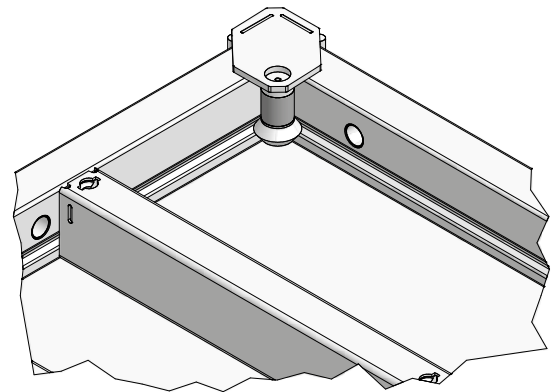
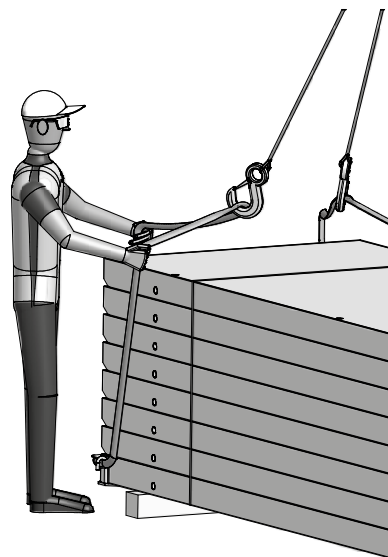

Fig. 72.4
Fig. 72.5
3. Levantar la eslinga de un tirón hacia arriba (Fig. 72.5). El pin amortiguado de tope engrana en la ranura del marco del panel, impidiendo que se descuelgue accidentalmente (Fig. 72.4).